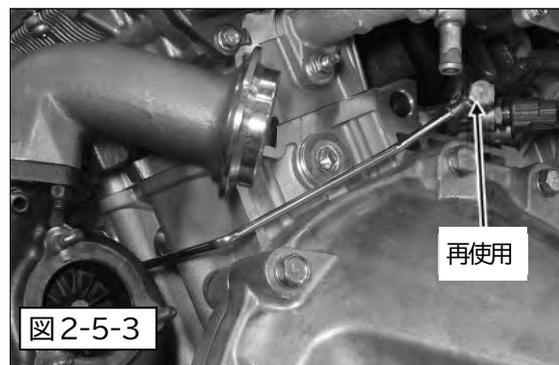

図 2-5-3
- (2) オイルインレットパイプ LH をターボチャージャー LH とエンジンに取付けます。(図 2-5-3)